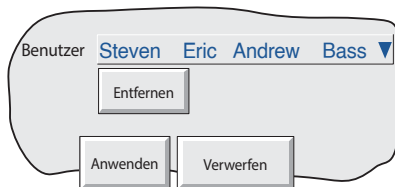

Abbildung 4.4.4 Anzeigeseite „Benutzer entfernen“
Wenn Sie „Benutzer entfernen“ in der Auswahlliste „Sicherheit“ auswählen, können Sie Benutzer aus der Benutzerliste entfernen. Die Schaltflächen „Entfernen“ und „Anwenden“ müssen beide verwendet werden, um die Änderung in die Datenbank des Schreibers zu schreiben. Abbildung 4.4.4 stellt die Anzeigeseite dar. Der volle Name wird auf dieser Seite angezeigt.
2. das Login für einen bestehenden Benutzer entfernt wird (Abbildung 4.4.4).